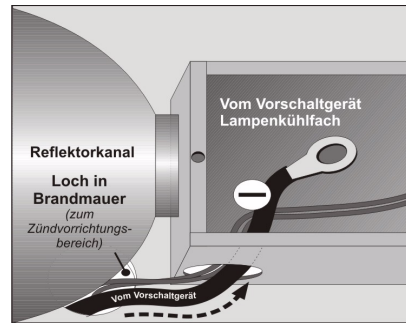

Abbildung 3-11 Führung des schwarzen Kabels in das Fach
6. Führen Sie das **NEGATIVE (-) SCHWARZE** Lampenkabel durch das Loch am Boden des Kühlungsfachs (**Abbildung 3-11**). Die Zündvorrichtungskabel von Anschluss **5** und der Platine werden ebenfalls hierher geführt.